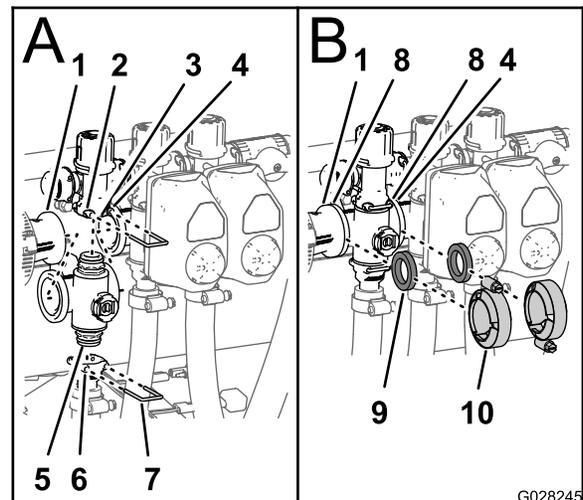

Bild 122
1. Setzen Sie das obere Endkappen-Anschlussstück des Verteilerventils in das Anschlussstück des Sicherheitsventils ein (Bild 122).
2. Stecken Sie einen Halter in die Buchse des Anschlussstückes des Sicherheitsventils, um das Endkappen-Anschlussstück am Anschlussstück des Sicherheitsventils zu befestigen (Bild 122).
3. Befestigen Sie das Auslaufanschlussstück am unteren Endkappen-Anschlussstück des Verteilerventils (Bild 122).
4. Stecken Sie einen Halter in den Sockel des Auslaufanschlussstückes, um das Endkappen-Anschlussstück am Auslaufanschlussstück zu befestigen (Bild 122).
5. Fluchten Sie eine Dichtung zwischen den Flanschen der Reduzierkupplung und dem Abschnittventilverteiler aus (Bild 122).
6. Montieren Sie die Reduzierkupplung, die Dichtung und den Abschnittventilverteiler mit einer Klemme und ziehen sie mit der Hand an (Bild 122).
7. Fluchten Sie für den Einbau der zwei ganz links gelegenen Abschnittventile eine Dichtung zwischen den Flanschen der zwei danebenliegenden Abschnittventilverteiler aus (Bild 122).
8. Montieren Sie die zwei benachbarten Abschnittventilverteiler und die Dichtung mit einer Klemme und ziehen sie mit der Hand an (Bild 122).